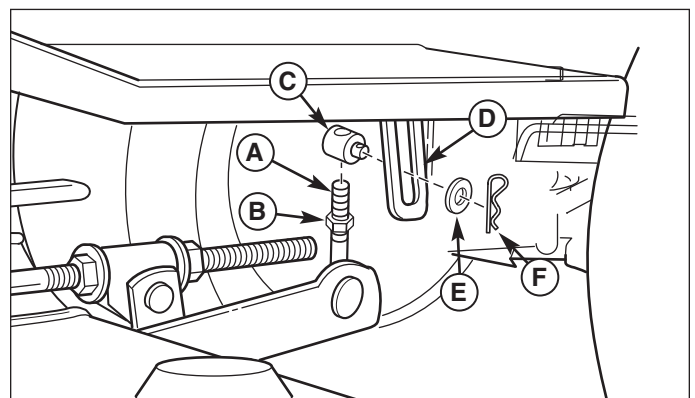

Figure 49. Cutting Height Adjustment
1. Enlever le contre-écrou (B, Figure 49), la roue d'ajustement (C), les rondelles (D) et le boulon d'épaule (E). Changer la position de la roue d'ajustement à la hauteur désirée.
2. Insérer le boulon d'épaule (E) dans les rondelles (D), la roue d'ajustement (C), and le support de la roue d'ajustement (A). Serrer au moyen du contre-écrou (B). Répéter les étapes 1 & 2 pour toutes les roues d'ajustement.
La hauteur de déplacement et la capacité de suivi de terrain sont réglables. Monter le tourillon (C, Figure 49) sur le crochet en J (A) pour régler la tondeuse sur sa plus grande capacité de suivi de terrain et sa position de déplacement la plus basse lorsqu'elle est abaissée. Descendre le tourillon sur le crochet en J pour obtenir la position de déplacement la plus haute et réduire la capacité de suivi de terrain de la tondeuse lorsqu'elle est abaissée.
1. Desserrer le contre-écrou (B, Figure 49).
2. Déposer le goupille (F) et la rondelle (E) du tourillon (C).
3. Déposer le tourillon (C), le crochet en J (A) et le contre-écrou (B) du bras de levage du tracteur (D).
4. Tourner le tourillon (C) vers le haut ou le bas pour régler la hauteur.
5. Placer le tourillon (C), le crochet en J (A) et le contre-écrou (B) sur le bras de levage du tracteur (D). Poser la rondelle (E) et la goupille (F). Serrer le contre-écrou (B).